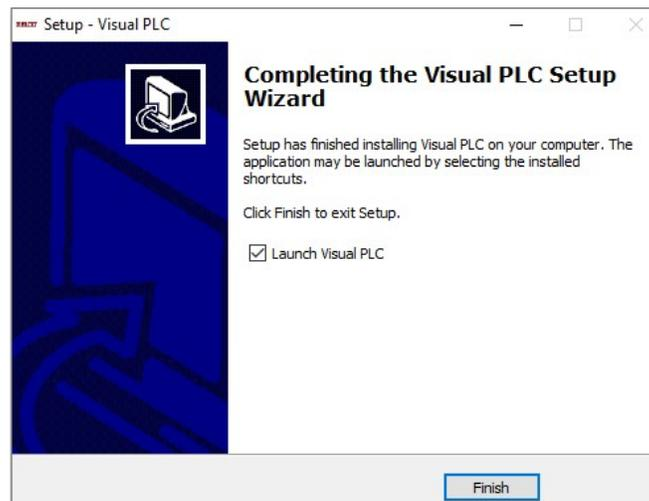

FIGURA 10
9. Haga clic en el botón "Finalizar", hasta ahora Visual PLC se ha instalado correctamente en su computadora (Ver figura 10)